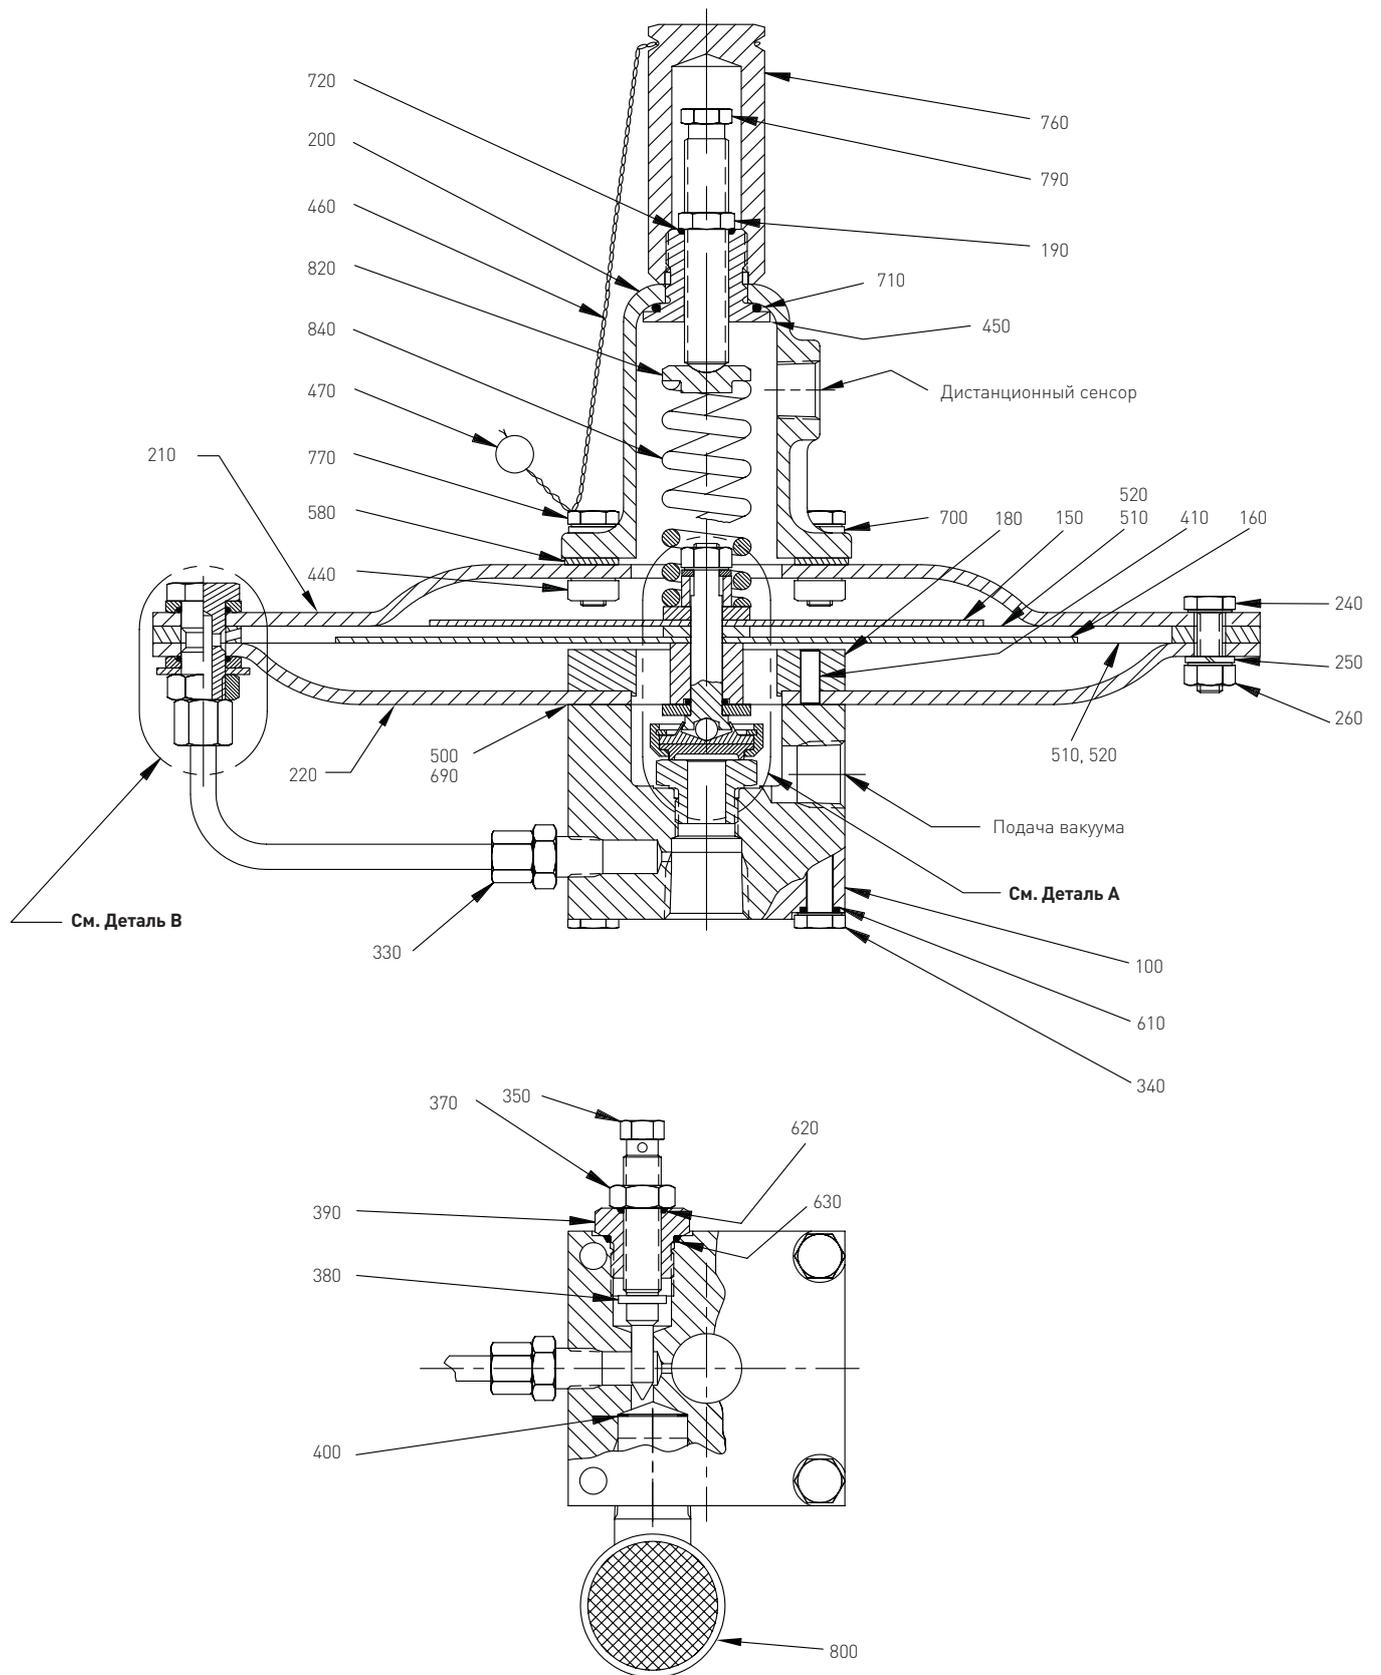

РИСУНОК 9
- См. Рисунок 9 или 10. Для пилота 93, одна прокладка мембраны (650) используется с каждой стороны проставочного кольца. Для пилота 93Т, одна мембранная прокладка используется с каждой стороны бустерной мембраны (510) и сенсорной мембраны (510).
**Примечание:** Одна из мембранных прокладок для 93Т имеет меньший внутренний диаметр. Именно эта прокладка применяется между сенсорной мембраной и верхним корпусом (210).
- Совместите отверстия болтов в корпусе в сенсорной и бустерной мембранах (510) с отверстиями в нижнем корпусе (220) и проставочным кольцом (230) прежде чем затягивать гайку шпинделя (750). Для выравнивания отверстий, когда гайка шпинделя затянута, применяйте болты корпуса (240).
**Примечание:** Не затягивайте гайку шпинделя слишком сильно. Чрезмерное затягивание может повредить мембраны. Удерживайте шестигранную проставку (120), когда затягиваете гайку шпинделя (750) для предотвращения шпинделя от вращения.